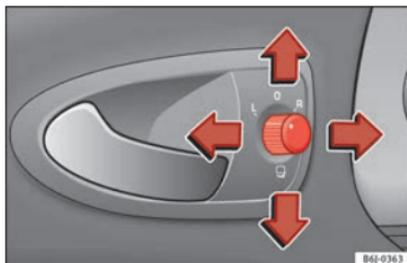

Abb. 97 Drehknot für die Außenspiegel.
1. Drehen Sie den Drehknot » Abb. 97 zunächst in Stellung **L (linker Außenspiegel)**.
- Drehen Sie den Drehknot » Abb. 97 in Stellung , um die Außenspiegel anzuklappen. Sie sollten die Außenspiegel immer anklappen, wenn Sie eine automatische Waschanlage durchfahren, um Beschädigungen zu vermeiden.